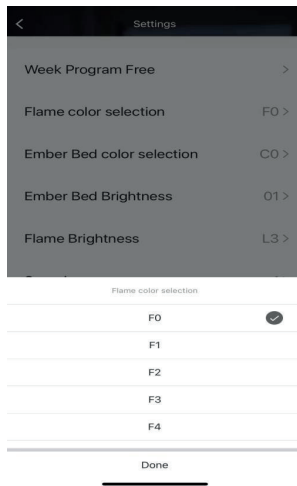

imagen 11
6. Abra la selección del color de la llama, puede elegir un total de 7 colores F0~F8. en la imagen 11.